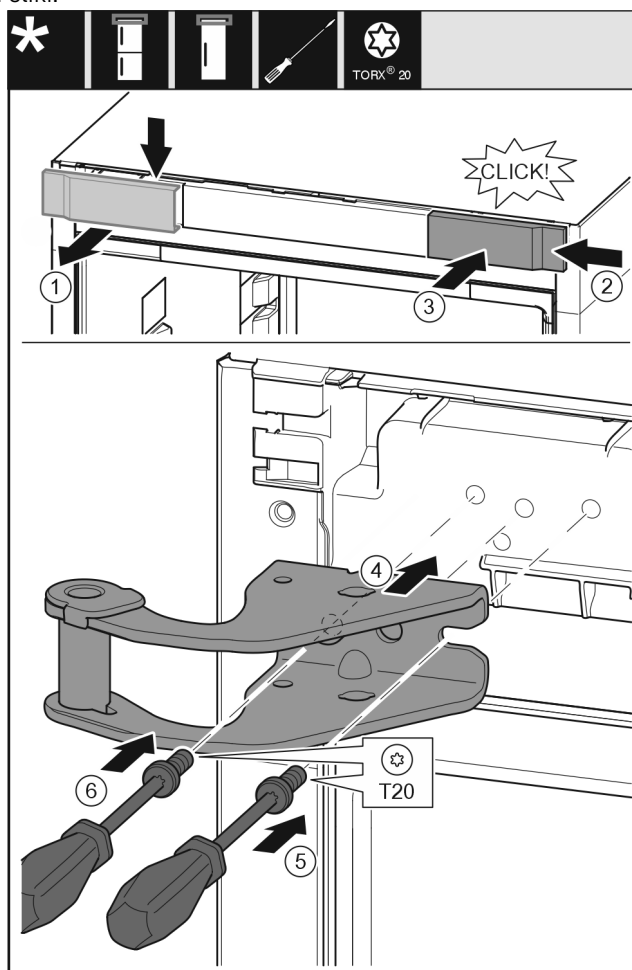

Fig. 31
- ▶ Pokrov snemite od zgoraj v smeri naprej. Fig. 31 (1)
- ▶ Pokrov, obrnjen za 180°, namestite na drugi strani z desne strani. Fig. 31 (2)
- ▶ Zataknite pokrov. Fig. 31 (3)
- ▶ Pristavite zgornji ležajni podstavek. Fig. 31 (4)
- ▶ Vijak vstavite z izvijačem T20 in ga zategnite. Fig. 31 (5)
- ▶ Vijak vstavite z izvijačem T20 in ga zategnite. Fig. 31 (6)